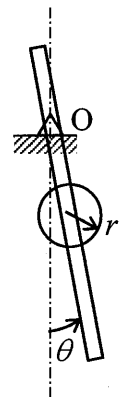

図2
(4) 図2のように棒の中心に、質量 M 、半径 r の円板を付け加えた。この時の振り子の周期を、 M 、 l 、 m 、 r を用いて求めよ。なお円板の慣性モーメントは $\frac{1}{2}Mr^2$ である。